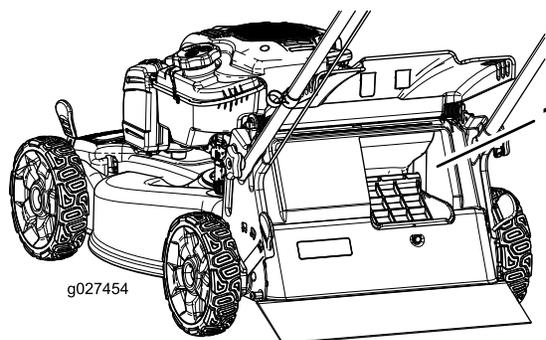

Figura 19
**Importante:** Per il corretto funzionamento, **spegnete il motore, attendete che tutte le parti in movimento si arrestino e poi rimuovete eventuale sfalcio e detriti dallo sportello Bag-on-demand e dall'apertura circostante (Figura 19) prima di spostare la leva Bag-on-demand dalla posizione 1 a un'altra posizione.**